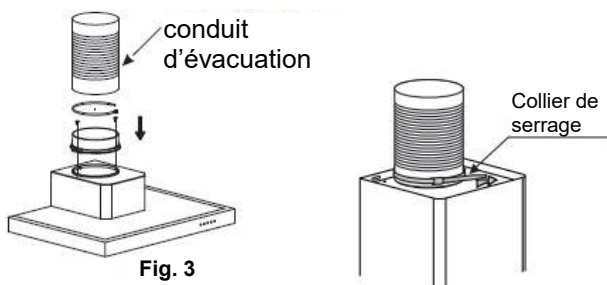

Fig. 3
4. Utilisez 2 vis (4*8 mm) pour fixer la sortie sur le dessus de l'appareil, puis fixez le conduit d'évacuation à la sortie à l'aide d'un collier de serrage. Voir Fig. 3.